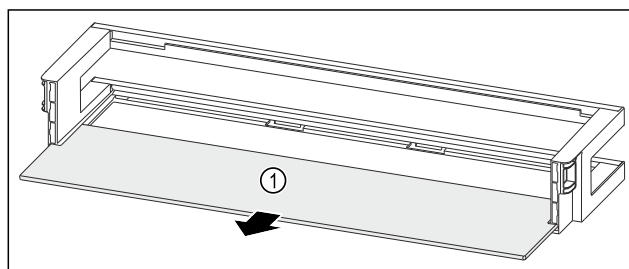

Fig. 259 Ράφι πόρτας με ράφι
- ▶ Αφαιρέστε το ράφι Fig. 259 (1).